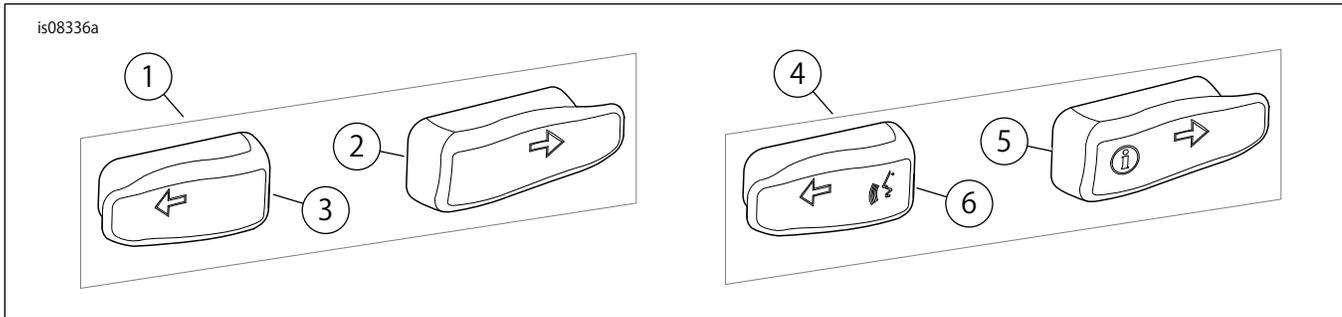

図3。ターンシグナルスイッチエクステンションキャップキット
「図3」および「表1」を参照してください。
2. 「図3」を参照してください。キットから正しいターンシグナルスイッチエクステンションキャップを選びます。